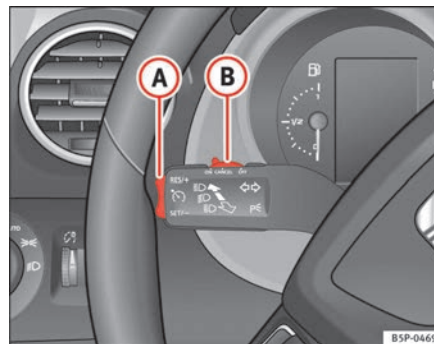

Abb. 147 Blinker- und Fernlichthebel: Schalter und Wippe für die Geschwindigkeitsregelanlage
- Schieben Sie den Schalter ➔ Abb. 147 (A) nach links auf **ON**.